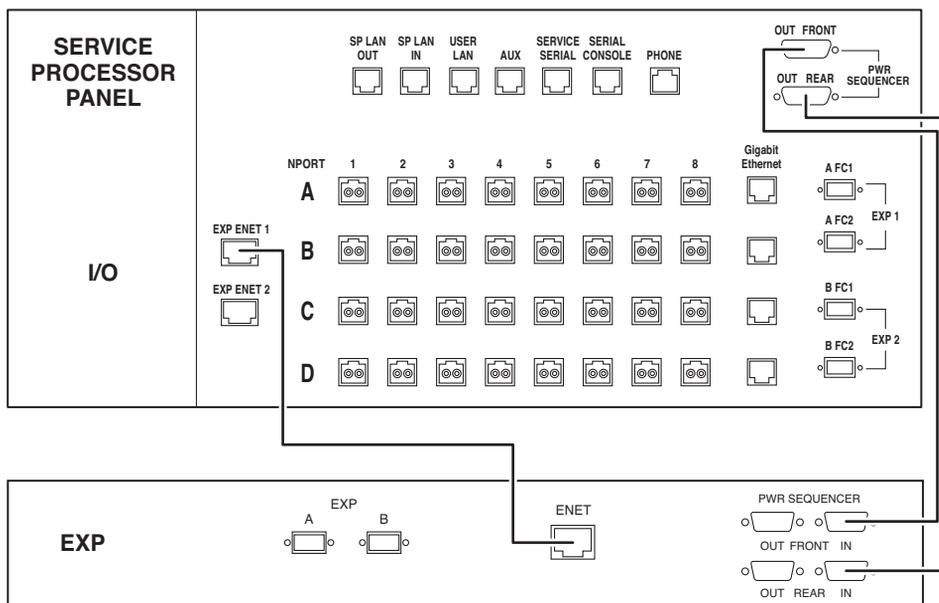

図 B-4 Ethernet ケーブルと電源シーケンサケーブルによるベースキャビネットと拡張キャビネット 1 の接続
1. 拡張キャビネットを 1 つ接続する場合は、1 本の Ethernet ケーブル (10M RJ-45/RJ-45 クロス、パーツ番号 530-3138-01) と 2 本の電源シーケンサシリアルケーブル (パーツ番号 530-3210-01) をベースキャビネットと拡張キャビネットの間に、図 B-4 に示すように接続します。